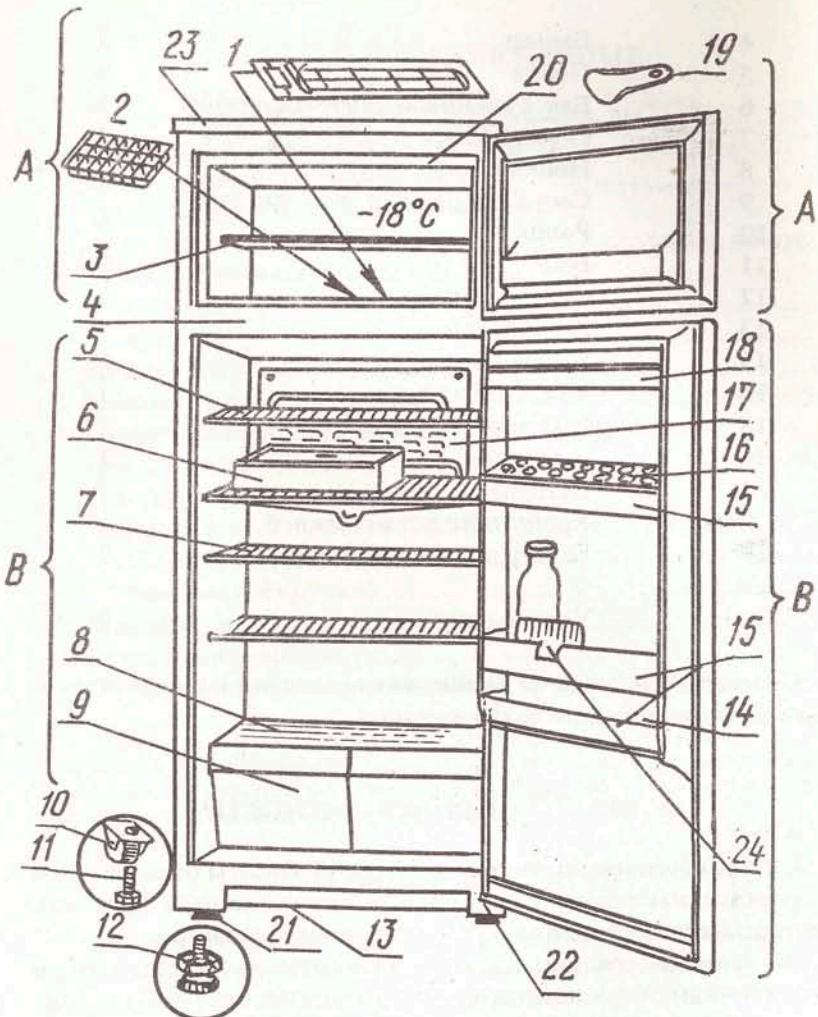

Рис. 3.1. Схема расположения камер холодильника и его комплектующих:
5.2. В освободившиеся передние отверстия в дне шкафа холодильника установите две опоры с гайками 12 (рис. 3.1), в два задних — ролики 10. Для их крепления применяйте болты 11, которыми крепились доски основания.